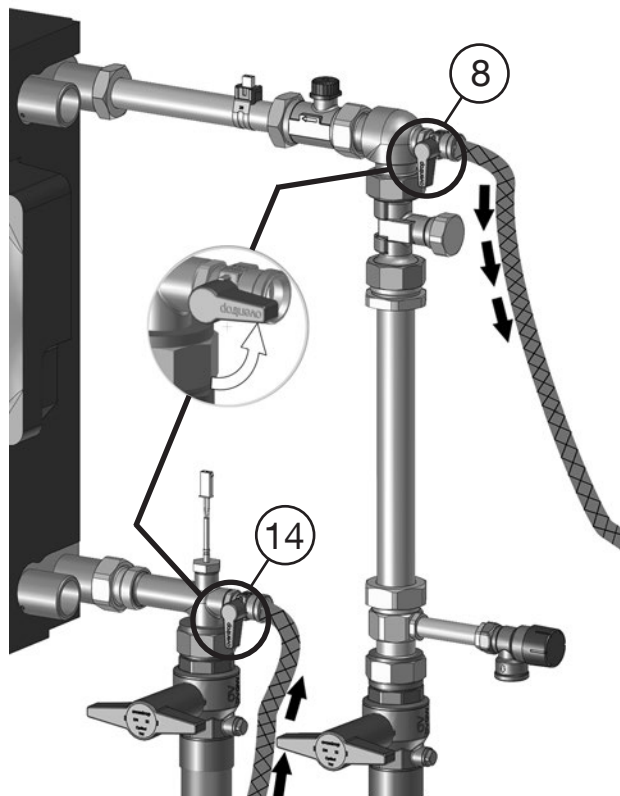

Fig. 5.3: Démarrer le rinçage avec un détartrant
5. Ouvrir **les robinets à tournant sphérique (8 et 14)** lentement pour démarrer le rinçage avec le détartrant (Fig. 5.3).
9. Fermer le **robinet de vidange et de remplissage à tournant supérieur (8)** (voir Fig. 5.3).
2. **Fermer les robinets d'arrêt à tournant sphérique (12 et 13) (circuit E.C.S.) et (16 et 21) (circuit primaire) (Fig. 5.3).**